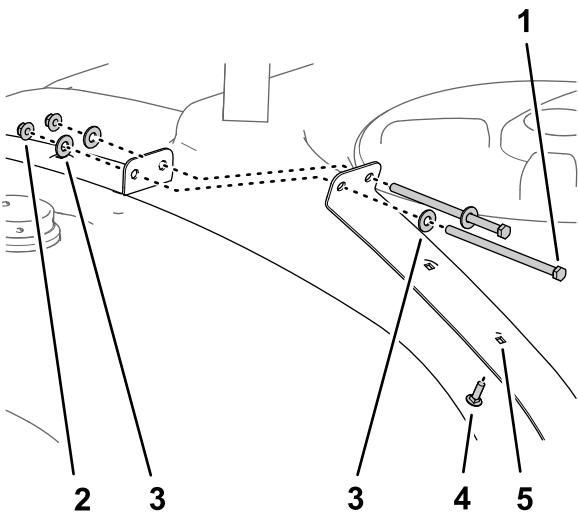

Figura 28
- Retire os dois parafusos (3/8 x 7 pol.), quatro anilhas (3/8 pol.) e duas porcas de bloqueio (3/8 pol.) que prendem as metades da tira frontal do depósito de pulverização (Figura 28).
2. Insira o parafuso de carroçaria (5/16 x 1 pol.) no segundo furo na metade da fita, como se mostra na Figura 28.
3. Monte as duas metades da tira frontal com os dois parafusos, quatro anilhas e duas porcas de bloqueio que removeu no passo 1 e aperte os parafusos e as porcas à mão (Figura 28).